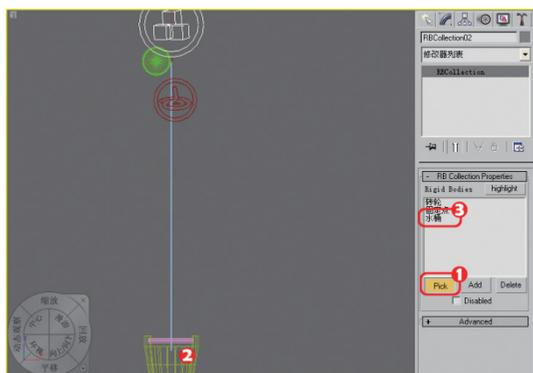

图9-107 添加刚体目标
**03** 在视图中选中刚体收集器，在修改面板中单击Pick按钮，并在视图中选择水桶物体，将其添加到刚体收集器中，如图9-107所示。